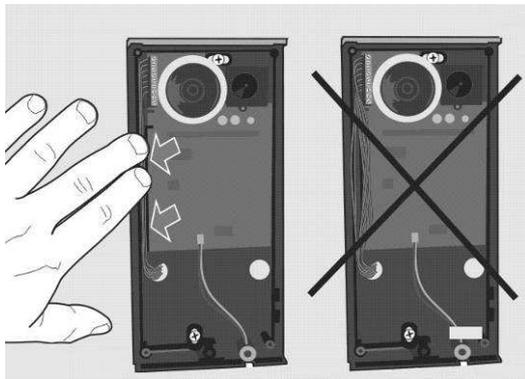

Abbildung 2.7 Verkabelung
9. Die Kabel werden angeschlossen wie in Kapitel 2.4, Montage – Elektrische Installation, beschrieben. Stellen Sie sicher, dass die Kabel während der Installation der Kunststoffabdeckung nicht eingeklemmt werden. Siehe Abbildung 2.7 für die korrekte Verlegung der Kabel.
- Stellen Sie sicher, dass die Kabel ordnungsgemäß durch den Schlitz in der unteren Abdeckung der 2N® Helios IP Vario geführt werden. Siehe Abbildung 2.7 für die korrekte Installation der Kabel.